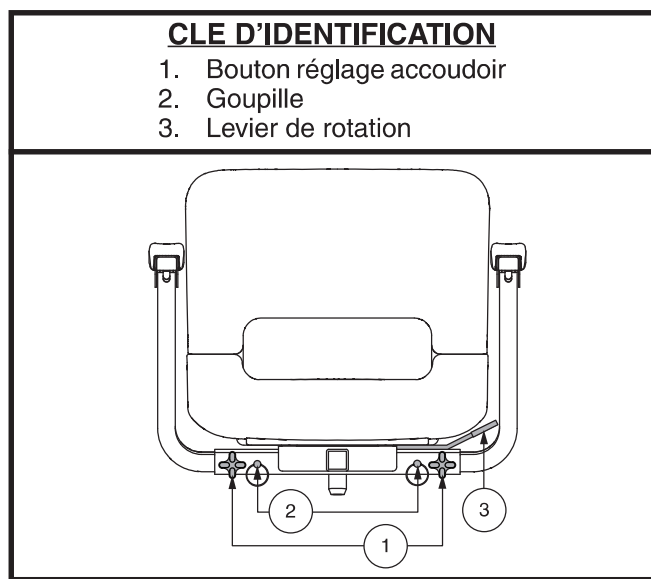

Figure 14. Réglage du siège
1. Desserrez les boutons de réglage. Voir la figure 14.